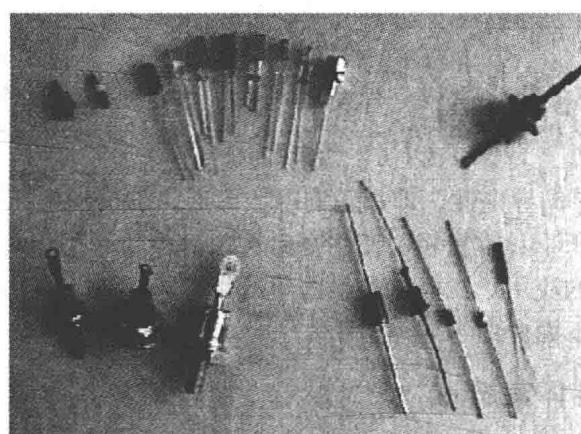
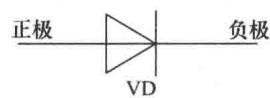

图 1-2 常用二极管实物图
图 1-3 二极管符号
(1) 二极管实物及图形符号分别如图 1-2、图 1-3 所示。